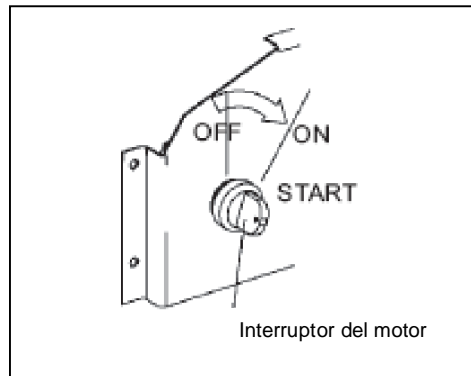

Fig. 8
5.3. Inserte la llave de contacto, y girela hacia la posición de ON (fig. 8)